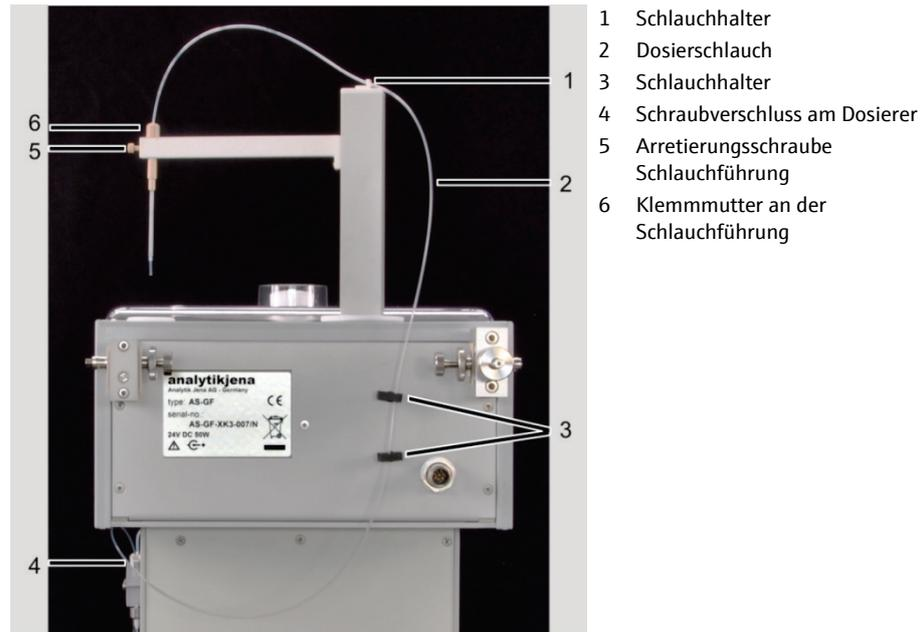

Bild 69 Dosierschlauch am AS-GF
1. Klemmmutter an der Schlauchführung (6 in Bild 69) lockern und Dosierschlauch nach oben herausziehen.
1. Klemmmutter an der Schlauchführung (6 in Bild 69) lockern und Schlauch herausziehen. Schlauch aus den Schlauchhaltern am Probengeberarm und an der Rückseite des Probengebers (1, 3 in Bild 69) herausnehmen.
2. Schraubverschluss am T-Ventil des Dosierers (4 in Bild 69) lösen.